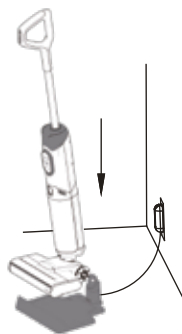

Рис. 15
3. Установите пылесос на базу, как показано на рис. 15.